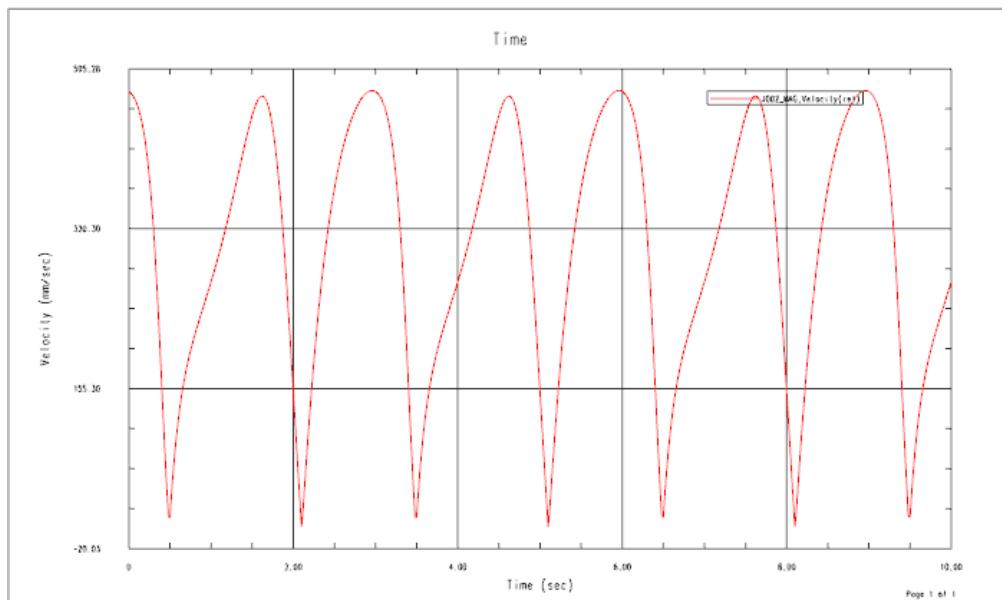

图 8.5.7 齿条的速度-时间曲线
(1) 选择下拉菜单 **分析(1)** → **运动(2)** → **图表(3)...** 命令，系统弹出“图表”对话框，单击其中的 **对象** 选项卡。
(2) 在“图表”对话框的 **运动模型** 区域选择滑动副 J002，在 **请求** 下拉列表中选择 **速度** 选项，在 **分量** 下拉列表中选择 **幅值** 选项，单击 **Y 轴定义** 区域中的 按钮。
(3) 选中“图表”对话框中的  **保存** 复选框，然后单击 按钮，选择 D:\ug85.16\work\ch08.05\winch\_mech\winch\_mech.afu 为保存路径。
(4) 单击 **确定** 按钮，系统进入函数显示环境并显示齿条的速度-时间曲线，如图 8.5.7 所示。